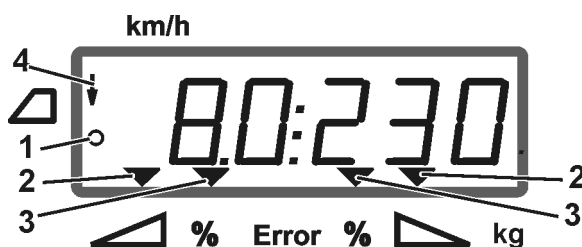

Fig. 6
- **AMADOS⁺** mottar impulser for kjørelengdeberegning (Fig. 6/1),
- lukkespjeldet er åpent (Fig. 6/2).
- Grensespredingen vises med en pil i displayet (Fig. 6/4).
- I arbeidsdisplayet indikerer trekantsymbolet (Fig. 6/3) en spredemengdeendring.